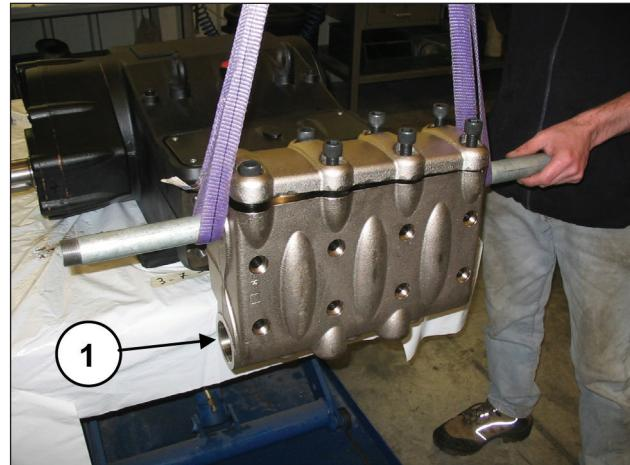
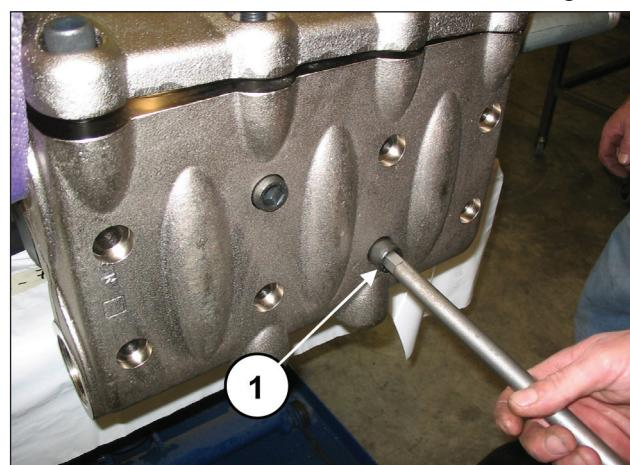

Fig. 117
Fig. 118
Monte o cabeçote no cárter da bomba (pos. ①, Fig. 117) prestando atenção para não bater nos pistões e aperte os 8 parafusos M16x180 (pos. ①, Fig. 118).
Aperte os oito parafusos M16x180, começando pelos quatro parafusos internos, de modo transversal (ver Fig. 117), para depois prosseguir com os quatro parafusos externos, sempre apertando de modo transversal